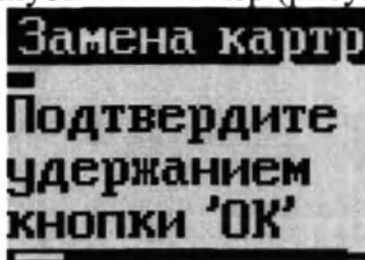

Рисунок 46 – Экран таймера «ЗАМЕНА КАРТР.»
8. Нажать кнопку «ОК». Запустится таймер (рисунок 46).